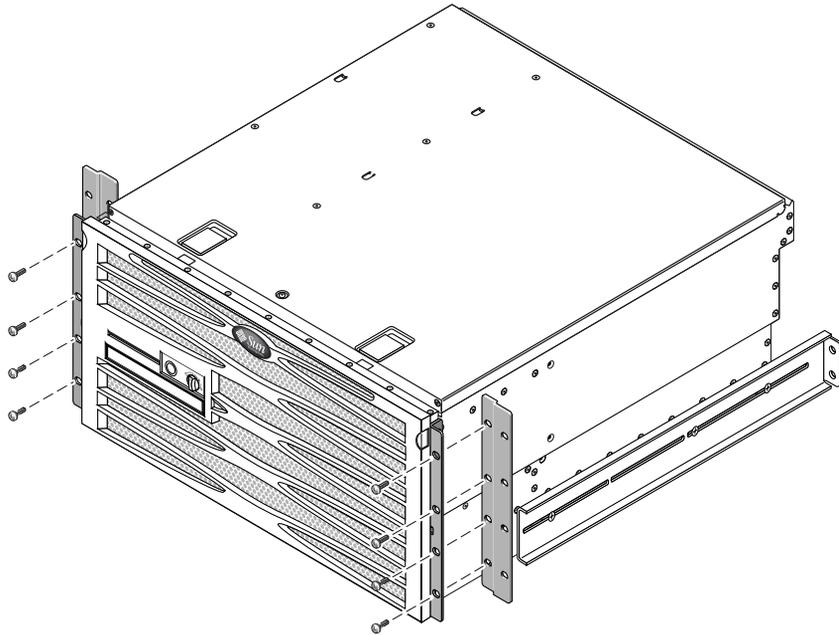

ABBILDUNG 3-20 Befestigen der 600 mm langen vorderen Montagebleche an den Festmontagewinkeln
7. Befestigen Sie die 600 mm langen vorderen Montagebleche mithilfe von acht der mitgelieferten M5 × 8 mm-Kreuzschlitz-Senkkopfschrauben (je vier Schrauben pro Winkel) seitlich am Server (ABBILDUNG 3-20).